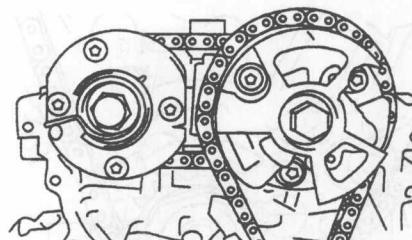

图 1-18 松开中间正时链条
② 当逆时针转动张紧器限位板时，将 $\phi 3.5\text{ mm}$ 的销插入限位板和张紧器上的孔，固定限位板。
③ 拆下 2 个螺栓和正时链条张紧器。
(32) 拆下正时链条张紧器制动块。
(33) 拆下正时链条。
① 逆时针转动曲轴 10° ，松开曲轴正时齿轮的正时链条。
② 从曲轴正时齿轮上拆下正时链条，将它放在曲轴上。
③ 顺时针转动右排上的凸轮轴正时齿轮总成 (360°)，如图 1-18 所示，将其固定，确保松开中间正时链条。
④ 拆下正时链条。